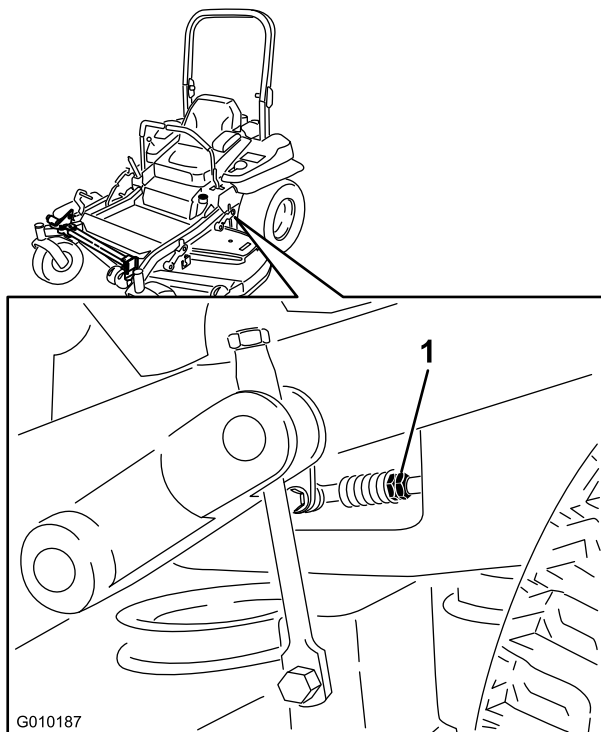

Figura 78
7. Portate le leve di controllo del movimento in posizione di folle. Regolate la lunghezza dell'asta di controllo della pompa facendo girare nella direzione opportuna i due dadi sull'asta, finché le ruote si spostano leggermente indietro (Figura 78). Spostate le leve di controllo del movimento in posizione di retromarcia e applicate una leggera pressione alla leva per consentire alle molle dell'indicatore di retromarcia di riportare le leve in folle. Le ruote non devono più girare o spostarsi leggermente indietro.